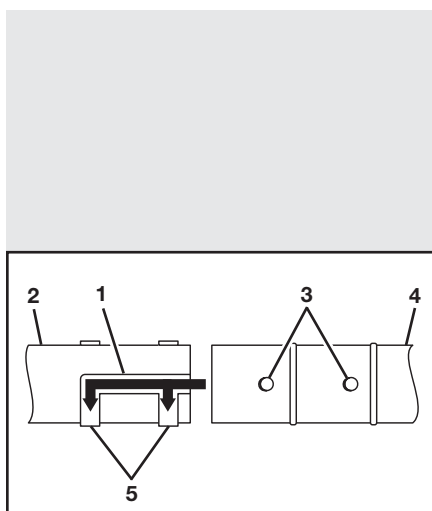

Fig. 3
1. Deslice las ranuras (1) en la boquilla (2) sobre las llaves correspondientes (3) en el tubo de aire (4) (Fig. 3).
2. Pulse la boquilla por completo en el tubo de aire hasta que las llaves de seguridad en el tubo de aire se alineen con las ranuras de seguridad (5) en la boquilla.